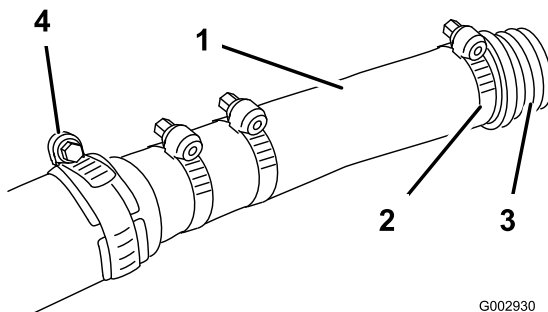

Figura 11
5. Deslice una abrazadera grande (retirada de la manguera en el paso 2) por la manguera e introduzca el acoplamiento totalmente en la manguera, fijándolo con la abrazadera (Figura 11).